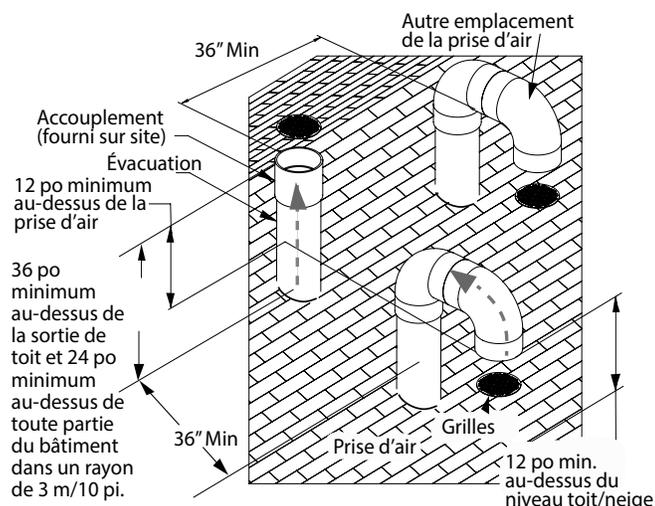

Figure 17. Terminaisons verticales
1. L'évacuation doit se terminer par un tronçon rectiligne de conduit ou de raccord. **Ne pas utiliser chapeau de ventilation/pare-pluie.** Lorsque l'air de combustion est prélevé sur le toit, la terminaison doit être un double coude, comme indiqué sur la Figure 17, ou par un chapeau pare-pluie homologué (uniquement pour les conduits en acier inoxydable).